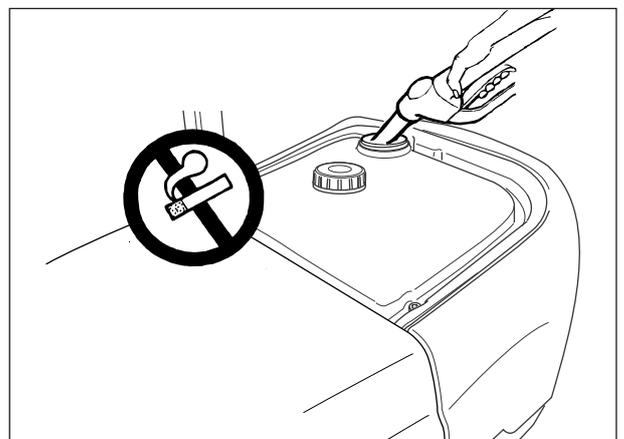

Fig. 85
Reabastecimiento combustible (1) Fig. 85